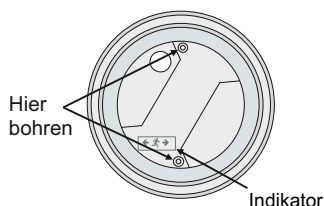

Abbildung 5
**Schritt 3.** Bohren Sie 2 Löcher in die Basis mit einem 4mm Bohrer (Abb. 5). Markieren Sie diese beiden Bohrpunkte an der Decke. Bohren Sie die Löcher an der Decke und installieren dann die mitgelieferten Dübel in die Löcher. **VORSICHT!!! Gilt speziell für die Deckeninstallation von GR- 290/WP und GR-292/WP. Sie müssen die Richtung des Indikators an der Unterseite der Leuchtenbasis folgen.**